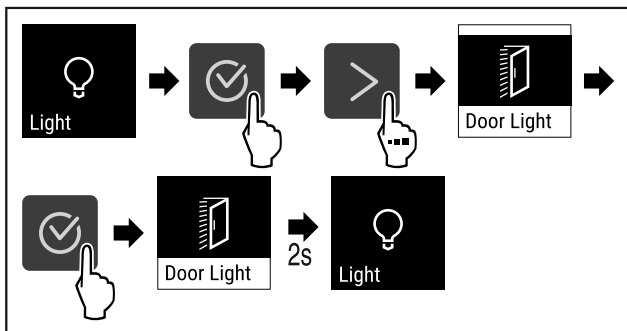

Fig. 70
- ▶ Eseguire i passi (vedere Fig. 70) .